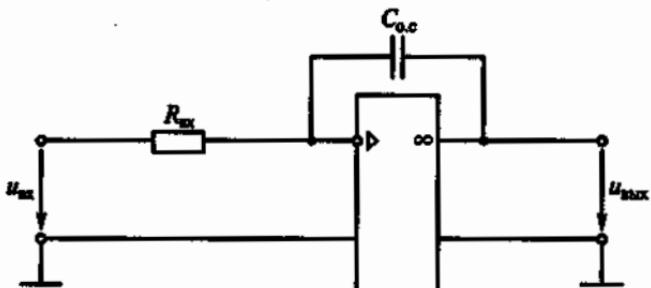

Рис. 161
4.33. Операцию технического интегрирования в системах автоматики часто выполняют с помощью активного интегрирующего звена на операционном усилителе (рис. 161). Какие преимущества обеспечивает активное интегрирующее звено в сравнении с пассивной интегрирующей цепью, приведенной на рис. 159, а? (Указать неправильный ответ.)